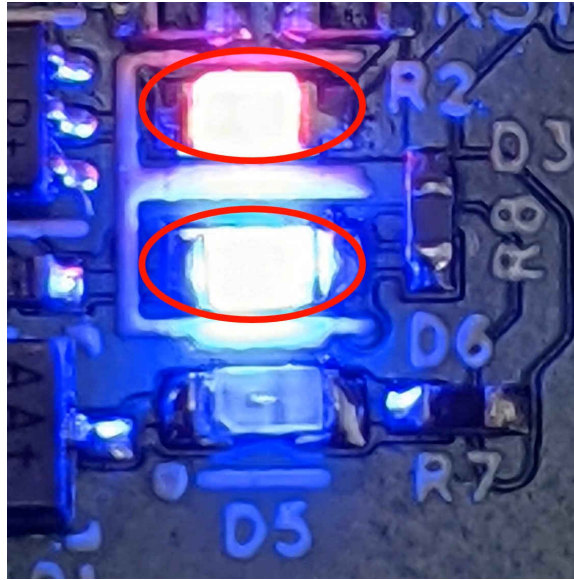

图 4-8. 闪存编程工作模式的 LED 状态
4. 打开 EVM 的电源。图 4-8 显示了 *闪存编程* 工作模式下 EVM 的 LED 状态。